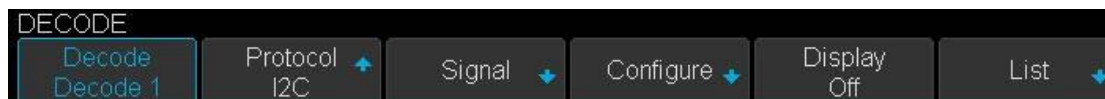

Figure 42 I2C Menu DECODE
- Appuyez sur la touche **Decode** pour accéder au menu de fonction DECODE comme le montre la Figure 42.